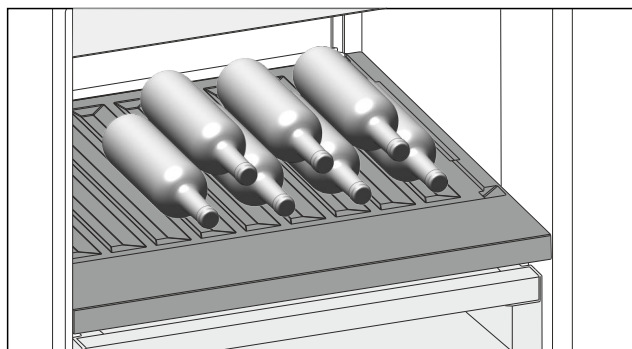

Fig. 87
- ▶ Fľaše vkladajte dnom dozadu k zadnej stene. (pozri Fig. 87)